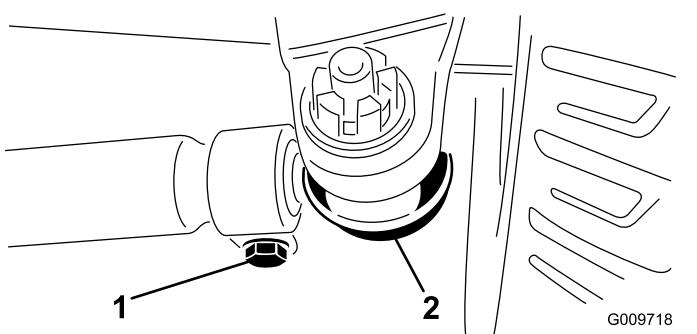

Bild 74
3. Entfernen Sie den Splint und die Mutter von einem der Spurstangen-Kugelgelenke (Bild 74), um die Vorspur einzustellen.
5. Lockern Sie die Klemmen an beiden Enden der Zugstangen (Bild 74).